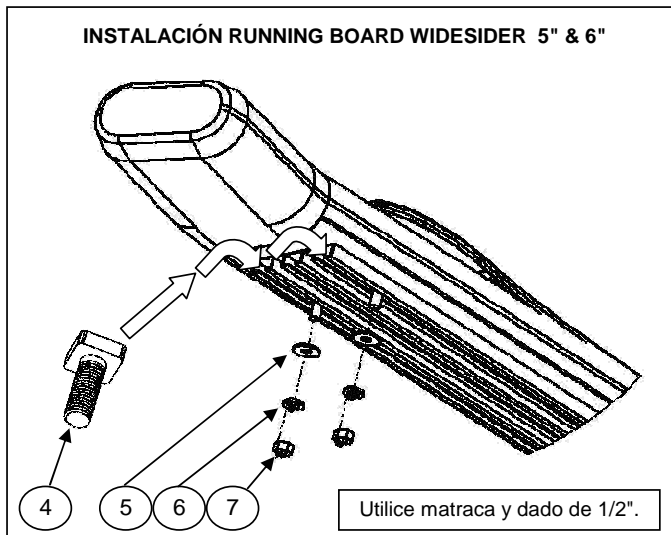

ILUSTRACIÓN 4
7. Si adquirió Estribo ovalado widesider bar 4", colóquelo sobre los brackets y fije con: tornillo cab. cuadrada 5/16", rondanas planas y de presión 5/16". **VER ILUSTRACIÓN 4.** Repita para el lado contrario. No apriete aún.